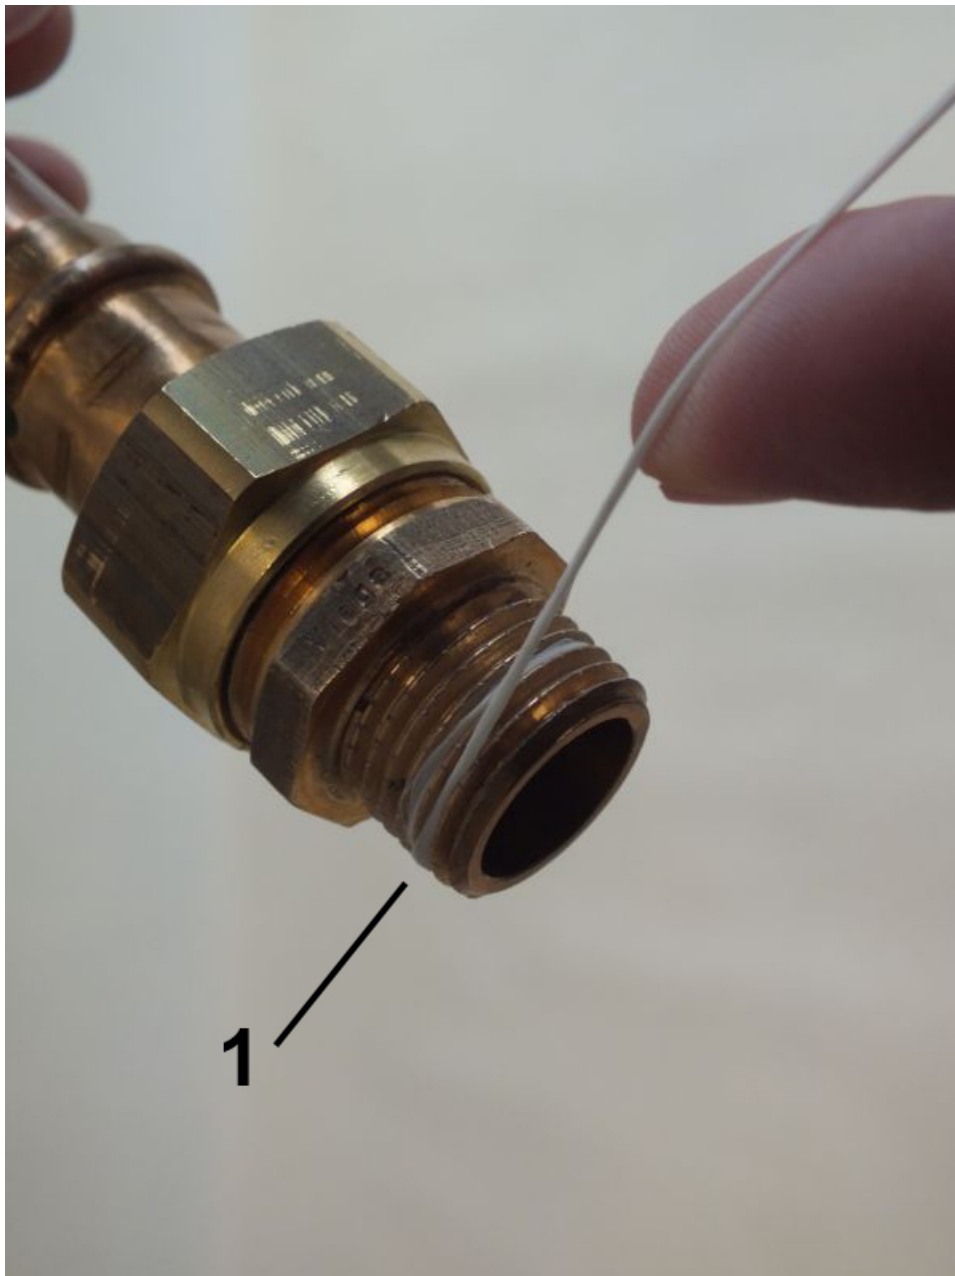

Abb. 10: Dichtfaden aufbringen
2. Dichtfaden (Abb. 10/1) in Gewinderichtung auf das aufgeraute Gewinde aufbringen, dabei Mengenangaben des Dichtmittel-Herstellers beachten